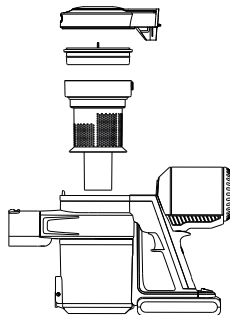

Рис. 14
4. Установите фильтр в отсек контейнера-пылесборника и верните крышку на место (рис. 14).
4. Соберите части циклонного фильтра и установите на место в контейнер-пылесборник (рис. 14).